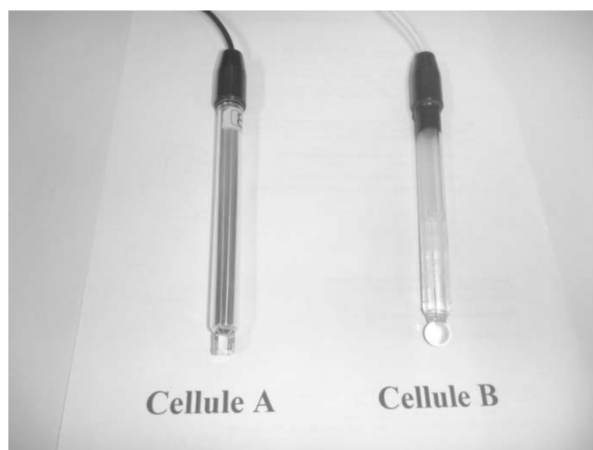

Fig. 6.2 – Cellules
8. De quoi dépend la conductivité électrique d'une solution ? Laquelle des deux cellules  $A$  ou  $B$ , photographiée (figure 6.2) est associée au conductimètre ? À quel type de mesure peut servir l'autre cellule ?